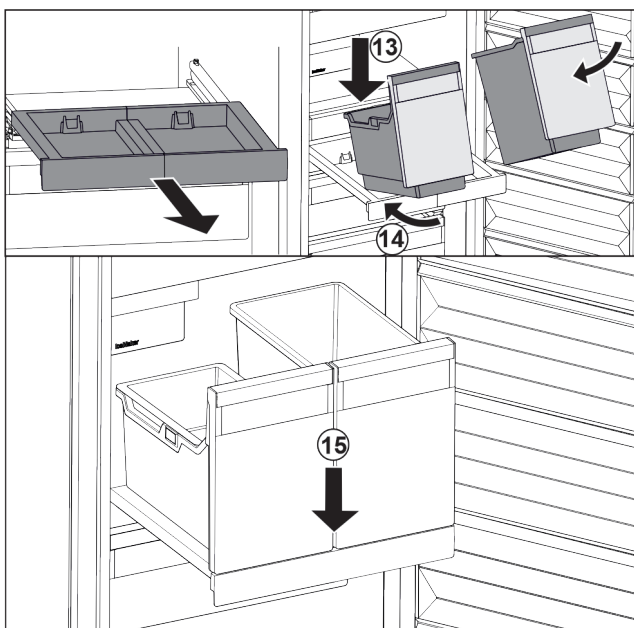

Fig. 145
- ▶ Helyezze ferden a kihúzható rácsra a tárolókat. Fig. 145 (13)
- ▶ Tolja be ferden hátra a tárolókat. Fig. 145 (14)
- ▶ Helyezze le a tárolók elejét. Fig. 145 (15)